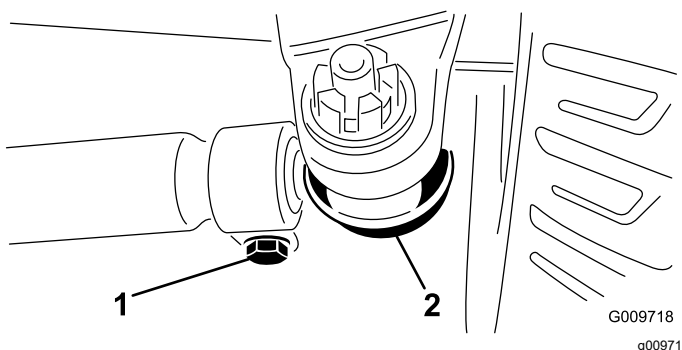

Figura 114
3. Para ajustar o alinhamento, remova o contrapino e a porca de cada uma das rótulas da barra de ligação (Figura 114).
5. Desaperte as abraçadeiras que estão em ambas as extremidades das barras de ligação (Figura 114).